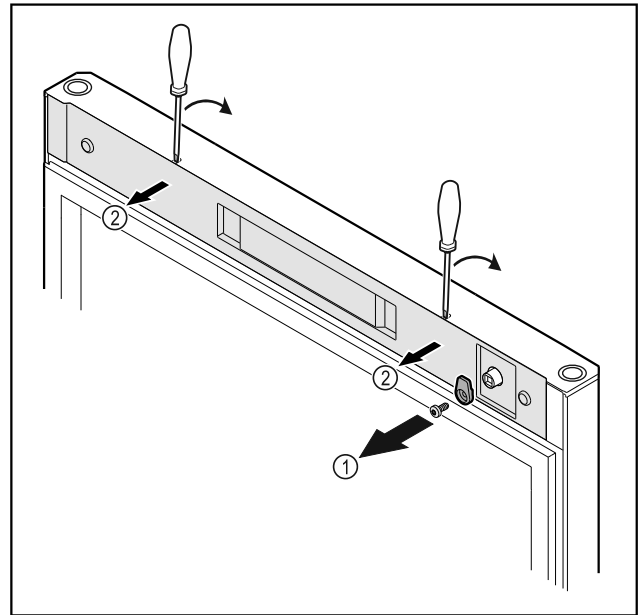

Fig. 13
- Schließhaken Fig. 13 (1) abschrauben.
- Abdeckung Fig. 13 (2) mit einem kleinen Schraubendreher ausrasten und abnehmen.